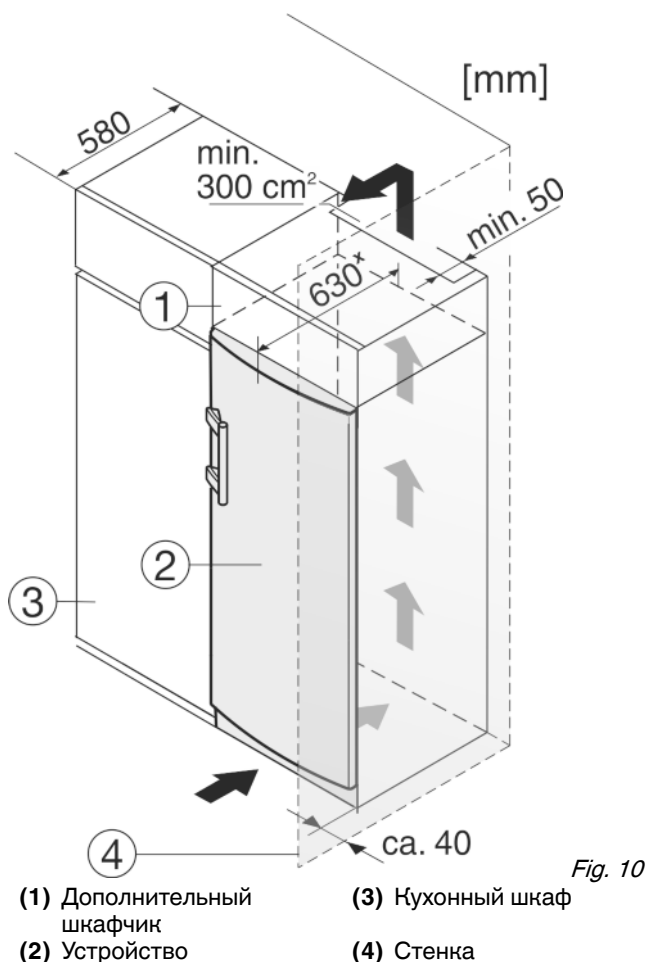

Fig. 10
Устройство может быть окружено кухонными шкафами. Чтобы уравнивать устройство Fig. 10 (2) по высоте с кухонной стенкой, можно установить над устройством дополнительный шкафчик Fig. 10 (1).
При комбинировании с кухонными шкафами (глубина макс. 580 мм) устройство можно установить непосредственно рядом с кухонным шкафом Fig. 10 (3). Устройство выступает сбоку на 34 мм^x и по центру на 50 мм^x относительно передней стенки кухонного шкафа.
Если устройство установлено на шарнирах у стены Fig. 10 (4), то расстояние между устройством и стеной должно быть не менее 40 мм. Настолько выступает ручка при открытой дверце.